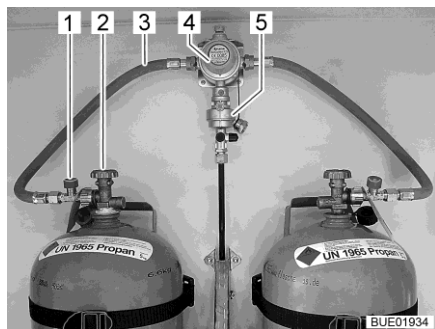
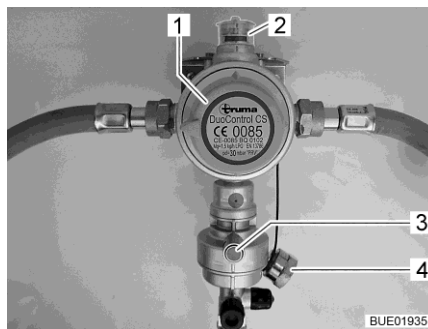
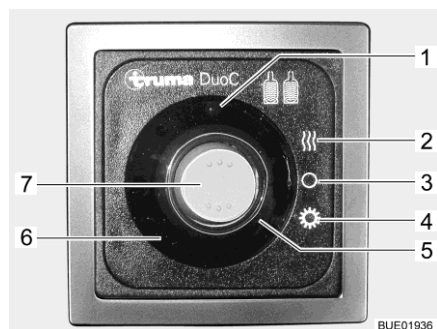

Bild 59 Gasflaskor med DuoControl
Bild 60 DuoControl-styrsystem
Bild 61 Kontrollenhet (DuoControl)
DuoControl-styrsystemet består av en omkopplingsventil (Bild 59,4) och en crashsensor (Bild 59,5). DuoControl-styrsystemet är monterat mellan gasslangarna (Bild 59,3) med slangbrotts säkring (Bild 59,1). Med vredet (Bild 60,1) på omkopplingsventilen ställer du in vilken gasflaska som ska användas som driftflaska och vilken som ska användas som reservflaska.
I fönstret (Bild 60,2) visas gasförsörjningens status:
Drift med bara en gasflaska är tillåten. Den öppna anslutningen måste dock förslutas med ett blindlock (Bild 60,4) i detta fall.
Crashsensorn stänger av gastillförseln vid kraftig vibration (t. ex. vid en krock). Crashsensorn aktiveras genom att trycka på den gröna resetknappen (Bild 60,3).
Slangbrotts säkringen (Bild 59,1) stänger av gasflödet om den anslutna slangen går sönder. Slangbrotts säkringen måste aktiveras genom att trycka på den gröna knappen. Den gröna knappen måste tryckas in tills trycket i slangen har byggts upp.
Gastillförseln via DuoControl-styrssystemet slås på och av på kontrollenheten (Bild 61). Gasflaskornas huvudavstängningsventiler (Bild 59,2) och gasavstängningsventilerna på apparaterna måste öppnas för hand. För att aktivera slangbrottssäkringen, se avsnitt "Slangbrottssäkring".
Sommar och vinterdrift ställs om med vippkontakten (Bild 61,7) på kontrollenheten.
De två kontrollamporna på kontrollenheten visar nivån i driftflaskan. När den gröna kontrollampen (Bild 61,6) lyser är driftflaskan tillräckligt full. När den röda kontrollampen (Bild 61,5) lyser är driftflaskan tom. Gasförsörjningen sker då med reservflaskan.
- Med vredet (Bild 60,1) på omkopplingsventilen väljs gasflaskan, som ska prioriteras (driftflaska). Vrid alltid vredet till stoppläget.
- Öppna huvudavstängningsventilerna (Bild 59,2) på gasflaskorna.
- Tryck på den gröna knappen på slangbrottssäkringen (Bild 59,1). I fönstret (Bild 60,2) visas den gröna markeringen.
- Slå på DuoControl-styrssystemet på kontrollenheten (Bild 61). Ställ för detta vippkontakten (Bild 61,7) på vinterdrift (Bild 61,2) eller på sommar-drift (Bild 61,4). Den gula kontrollampen avfrostning (Bild 61,1) lyser när vinterdrift väljs.
- Ställ vippkontakten (Bild 61,7) i läge AV (Bild 61,3). Kontrollampen släcks.
- Stäng huvudavstängningsventilerna (Bild 59,2) på gasflaskorna.
Om den gröna kontrollampen (Bild 61,6) slocknar under drift och den röda kontrollampen (Bild 61,5) tänds är driftflaskan tom och måste bytas ut. I fönstret (Bild 60,2) visas den röda markeringen. Gasförbrukarna försörjs med gas från reservflaskan.
- Vrid vredet (Bild 60,1) ett halvt varv i riktning mot den gasflaska som används för tillfället. Då blir denna gasflaska driftflaska och den tomma flaskan blir reservflaska. Markeringen i fönstret (Bild 60,2) växlar från rött till grönt.
- Stäng huvudavstängningsventilen (Bild 59,2) på den tomma gasflaskan. Beakta pilriktningen.
- Tryck på den gröna knappen på slangbrottssäkringen (Bild 59,1).